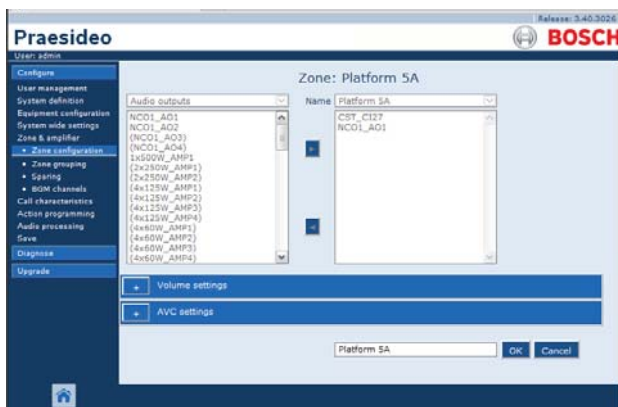

рисунок 46.8: Переименование зоны, шаг 3
- 3 Нажмите кнопку *Rename*, чтобы переименовать эту зону. Отобразится экран, подобный экрану, изображенному на рисунок 46.8.